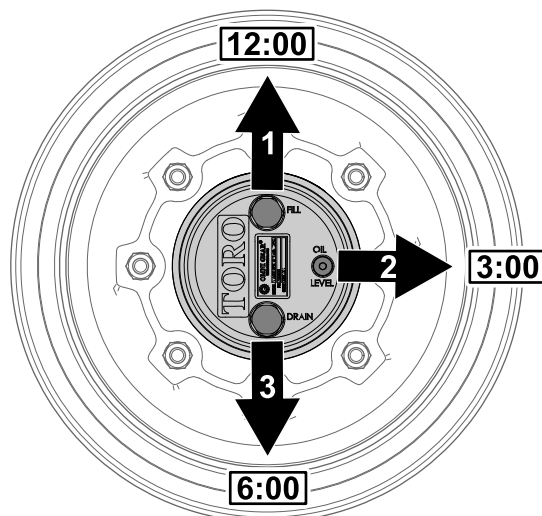

Figure 103
1. Garez la machine sur une surface plane et horizontale, tournez la roue de sorte que le bouchon de remplissage soit à la position 12 heures, le bouchon de contrôle soit à la position 3 heures et le bouchon de vidange soit à la position 6 heures (**Figure 103**).
- Garez la machine sur une surface plane et horizontale, tournez la roue de sorte que le bouchon de remplissage soit à la position 12 heures, le bouchon de contrôle soit à la position 3 heures et le bouchon de vidange soit à la position 6 heures ; voir Figure 103 sous Contrôle du niveau de lubrifiant du train planétaire (page 68).